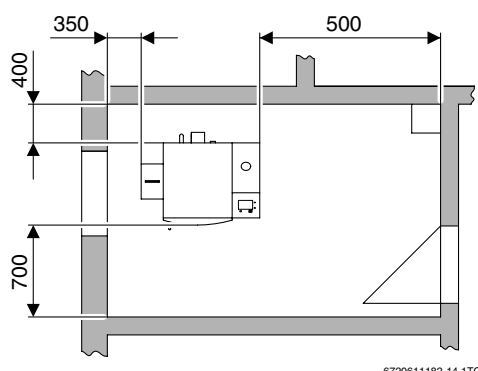

Bild 14 Mindestabstände, empfohlene Raumhöhe > 2000 mm
- Kesselunterteil unter Berücksichtigung der Mindestabstandsmaße positionieren (Bild 14) und mit den verstellbaren Kesselfüßen waagrecht ausrichten.